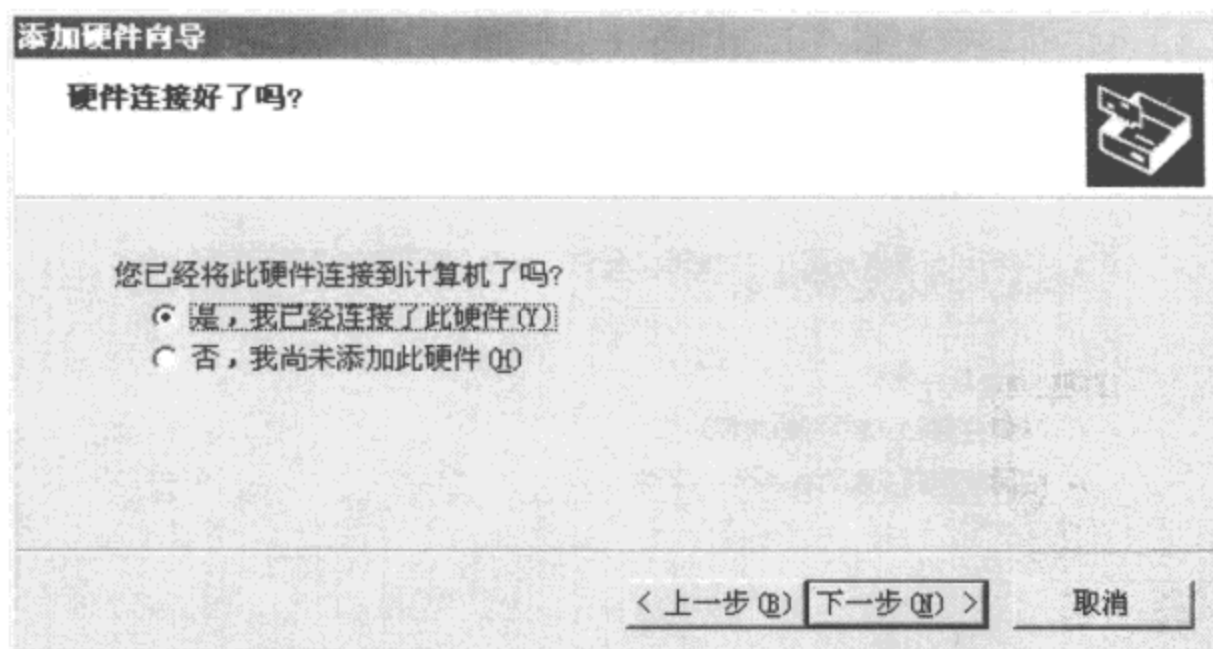

图 2-24 确认已连接硬件
Step2:如图 2-24 所示,单击“是,我已经连接了此硬件”单选按钮,这时不必连接实际的 JTAG 板。